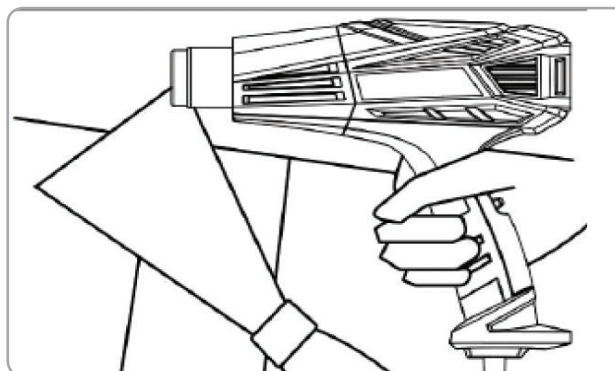

Fig.7
- Înmuiiați vopseaua cu ajutorul pistolului cu aer cald și îndepărtați uniform folosind o spatulă. Fig 7